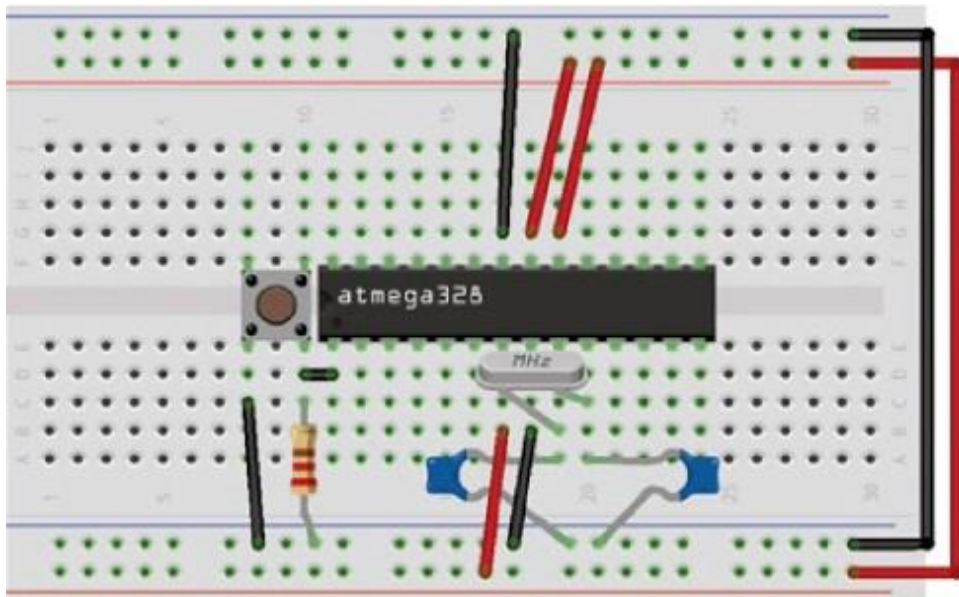

Abbildung 25-9: Einbau des Reset-Knopfs
4. Stecken Sie den Taster links des ATmega-Chips in das Steckbrett, sodass er die Mitte überbrückt. Mit Jumperkabeln verbinden Sie den Taster-Pin unten rechts mit Pin 1 des ATmega und den Pin unten links mit Masse entsprechend Abbildung 25-9. Schließen Sie einen 220-Ohm-Widerstand an den Pin unten rechts an und verbinden Sie den anderen Anschluss mit der Masseleiste. Dieser Taster dient als Reset-Knopf.